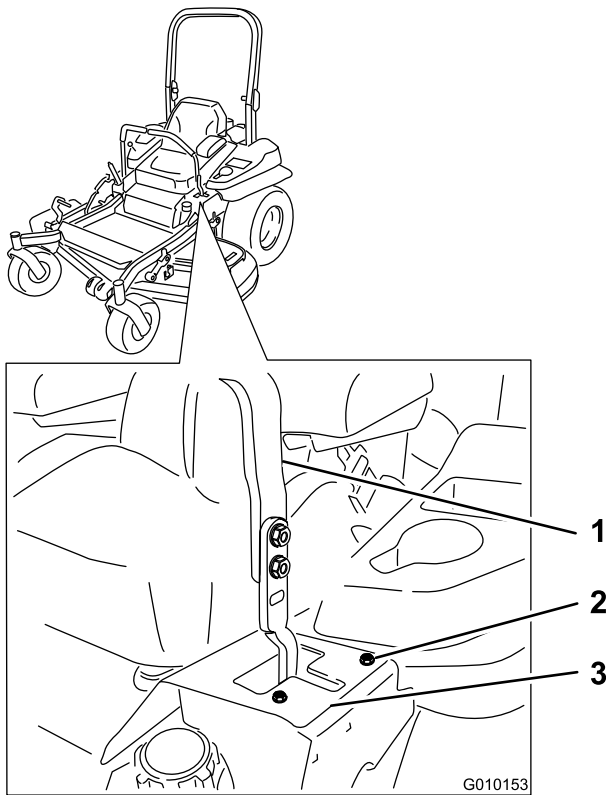

Figure 76
- Si la machine se déporte à droite, desserrez les boulons et déplacez la plaque de butée gauche en arrière sur la fente en T gauche, jusqu'à ce qu'elle se déplace en ligne droite (**Figure 76**).
- Si la machine se déporte à gauche, desserrez les boulons et déplacez la plaque de butée droite en arrière sur la fente en T droite, jusqu'à ce qu'elle se déplace en ligne droite (**Figure 76**).
- Serrez les boulons de la plaque (**Figure 76**).